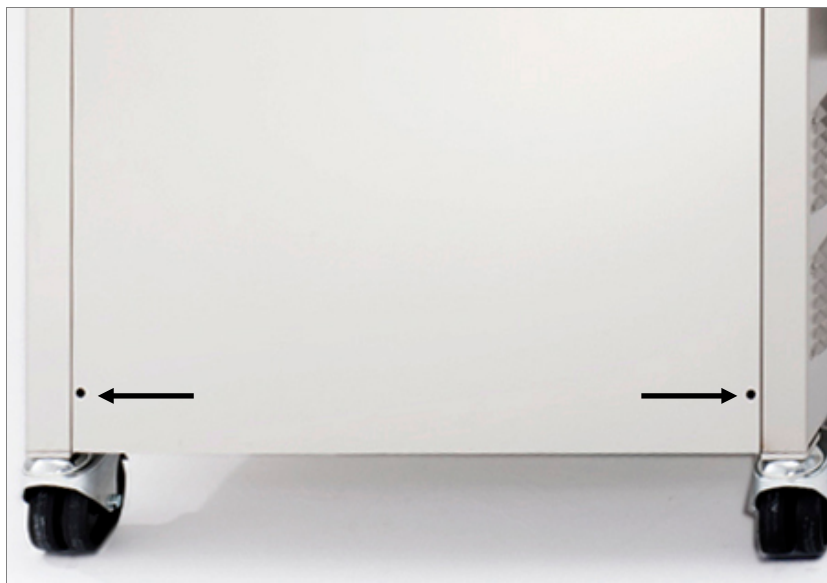

Fig. 9.5.1. Posición de los 2 tornillos Allen
1. Soltar los 2 tornillos Allen (ver imagen 9.5.1.)